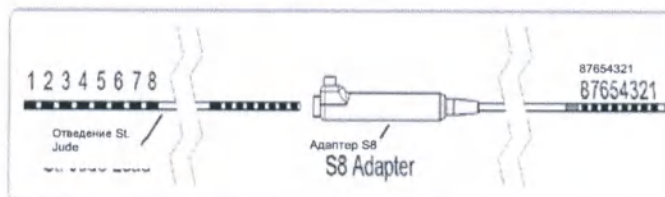

Рисунок 4. Расположение контактов при подключении адаптера Precision S8.
11. Чтобы запрограммировать электроды, см. диаграмму расположения контактов (Рисунок 4) и инструкции в *Клинический программатор. Программное обеспечение Bionic Navigator 3D. Руководство по эксплуатации*, входящем в комплект поставки системы стимуляции спинного мозга.